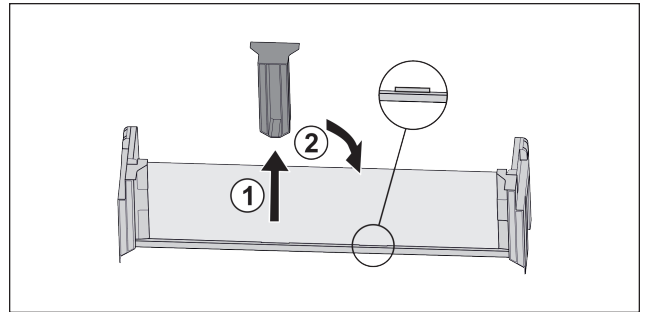

Fig. 114
- ▶ Húzza le róla a középső tartóelemet Fig. 114 (1).
- ▶ Tegye be a középső tartóelemet a második pozícióba Fig. 114 (2).